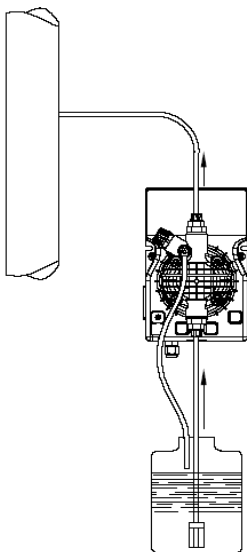
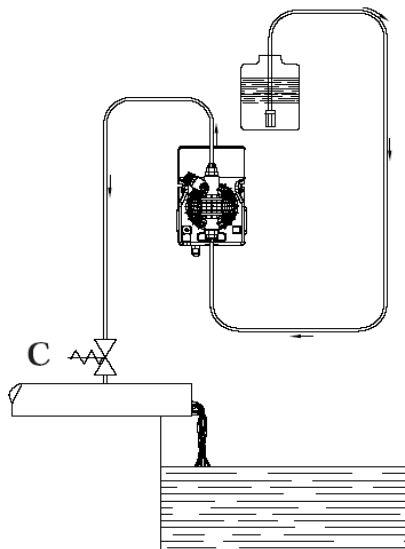

Bild 4: Anordnung der Pumpe
Bild 5: Anordnung der Pumpe
- c- Montieren sie die Pumpe wie in **Bild 4** dargestellt ist. Die Pumpe kann entweder über oder unter dem Flüssigkeitsbehälter angebracht werden. Beachten sie dabei, dass die maximale Saughöhe von 2 Meter nicht überschritten wird. Wenn die Pumpe bei atmosphärischem Druck arbeitet (kein Gegendruck) und der Chemikalienbehälter oberhalb der Pumpe angebracht ist, muss regelmäßig darauf geachtet werden, dass am Impfstventil keine Flüssigkeit austritt bei ausgeschalteter Pumpe **Bild 5**. Sollte das Problem auftreten, so kann ein einstellbares Gegendruckventil abhelfen, welches zwischen Pumpe und Impfstelle eingebaut wird (C). Im Falle wenn die Flüssigkeit aggressive Dämpfe erzeugt, bringen sie die Pumpe nicht über dem Chemikalienbehälter an, es sei denn er ist hermetisch abgeschlossen.